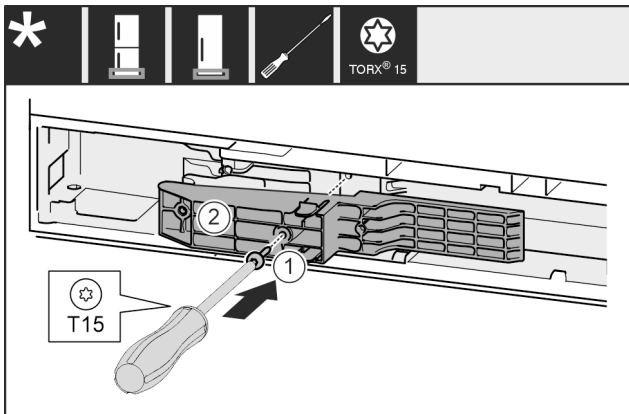

Fig. 51 *
- Placer l'adaptateur Fig. 51 (1) côté poignée dans l'évidement.*
- Serrer la vis Fig. 51 (2) avec un tournevis.*